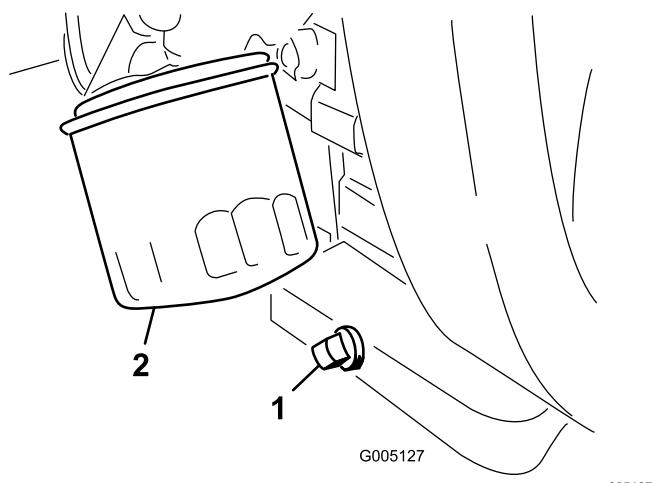

図 29
1. ドレンプラグ 図 29 を外してオイルを容器に受ける。
| <p>2. ドレンプラグのねじ山をきれいにして PTFE シーラントを巻き付ける 図 29。</p> | |
3. オイルフィルタ図 29を外す。